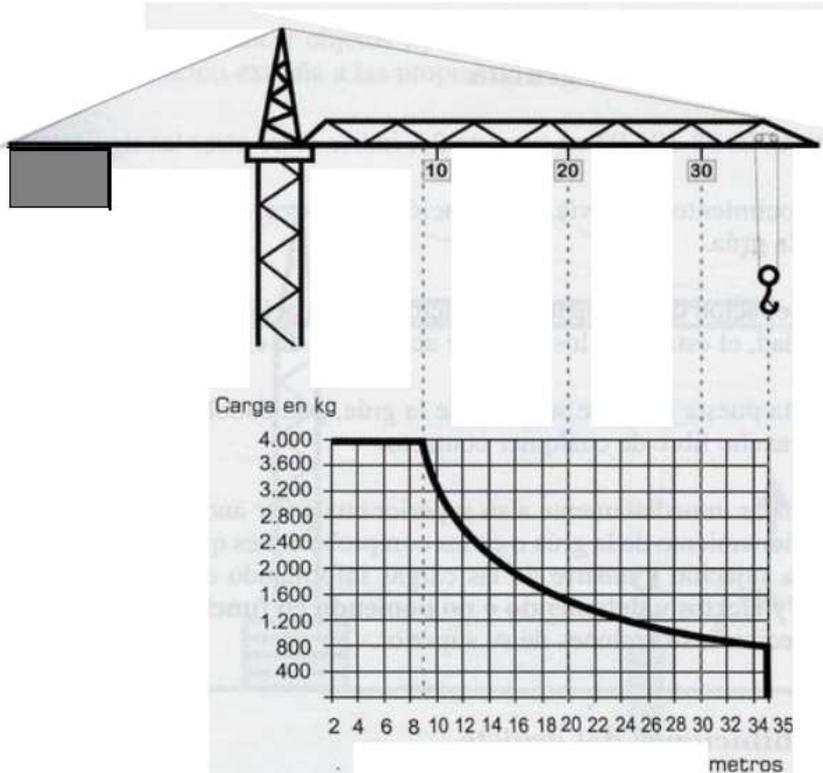

Figura 5
A la vista del diagrama de cargas y alcances que aparece en la *figura 5* correspondiente a una determinada instalación de grúa torre, con carga máxima de 4.000 kg, carga en punta de 800 kg y sabiendo que está montada a la altura autoestable de la grúa, conteste a las preguntas 27, 28, 29 y 30.
27. A la vista de la citada *figura 5*, indique cuál es el momento nominal aproximado de la grúa:
28. A la vista de la citada *figura 5*, indique cuál de las siguientes respuestas es correcta en relación a las cargas de comprobación taradas a disponer en obra:
29. A la vista de la citada *figura 5*, indique si una carga de 2.000 kg (incluyendo el peso de la carga más los útiles de eslingado) puede desplazarse desde un alcance de 8 metros hasta un alcance de 20 metros:
30. A la vista de la citada *figura 5*, indique qué elemento de seguridad de la grúa actuaría si se pretende desplazar una carga de 3.000 kg (incluyendo el peso de la carga más los útiles de eslingado) desde un alcance de 7 metros hasta un alcance de 16 metros: